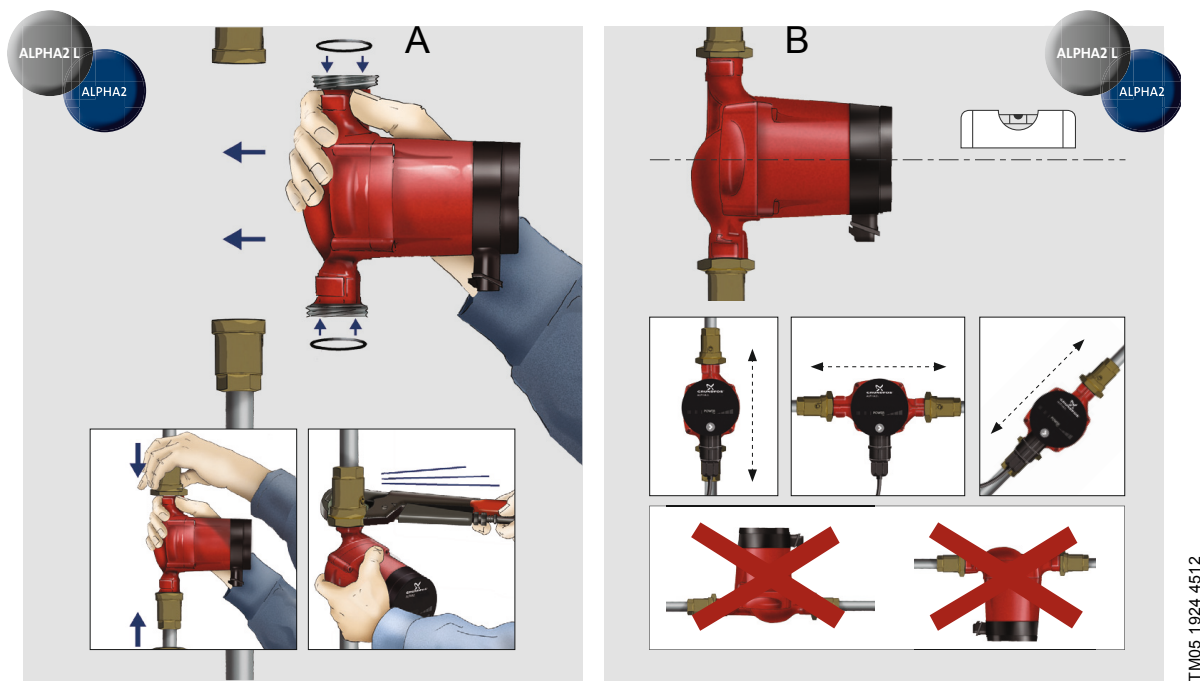

**Рис. 3** Монтаж GRUNDFOS ALPHA2 L
1. После того как насос будет смонтирован в трубопроводе, установите две прокладки, поставляемые с насосом. Смотрите рис. 3, поз. А.
2. Установите насос так, чтобы вал электродвигателя находился горизонтально. Смотрите рис. 3, поз. В.